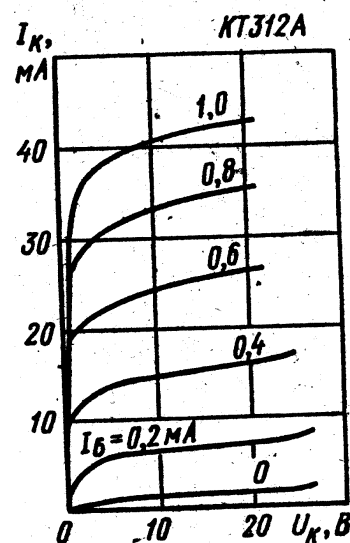

Рис. 2.1
4.1. Для транзистора КТ312А обратный ток коллектора $I_к = 10$ мкА при напряжении $U_к = 15$ В. Определить по вольт-амперным характеристикам транзистора (рис. 2.1) обратное сопротивление коллекторного перехода постоянному току. $R_{обр} = 1,5$ МОм.
4.2. Используя семейство выходных характеристик транзистора КТ312А (рис. 2.1) определить его коэффициент усиления в схеме с общим эмиттером $h_{21э}$.
4.3. Используя семейство выходных характеристик транзистора КТ312А (рис. 2.1) определить его выходную проводимость в схеме с общим эмиттером $h_{22э}$. $h_{22э} = 0,2$ мСм.
4.4. Используя семейство выходных характеристик транзистора КТ312А в схеме с общим эмиттером (рис. 2.1),
4.5. Используя семейство выходных характеристик транзистора КТ312А в схеме с общим эмиттером (рис. 2.1), определить значение сопротивления коллекторной цепи транзистора в схеме с общей базой при токе базы 0,4 мА. $r_{к(б)} = 255$ кОм.
4.6. Допустимая рассеиваемая мощность на коллекторе транзистора КТ312А $P_{\text{доп}} = 225$ мВт. По семейству выходных характеристик в схеме с общим эмиттером (рис. 2.1) определить превышает ли допустимая мощность при токе коллектора $I_k = 32,5$ мА, и токе базы $I_b = 0,8$ мА и на сколько процентов? **Превышается более 10%.**